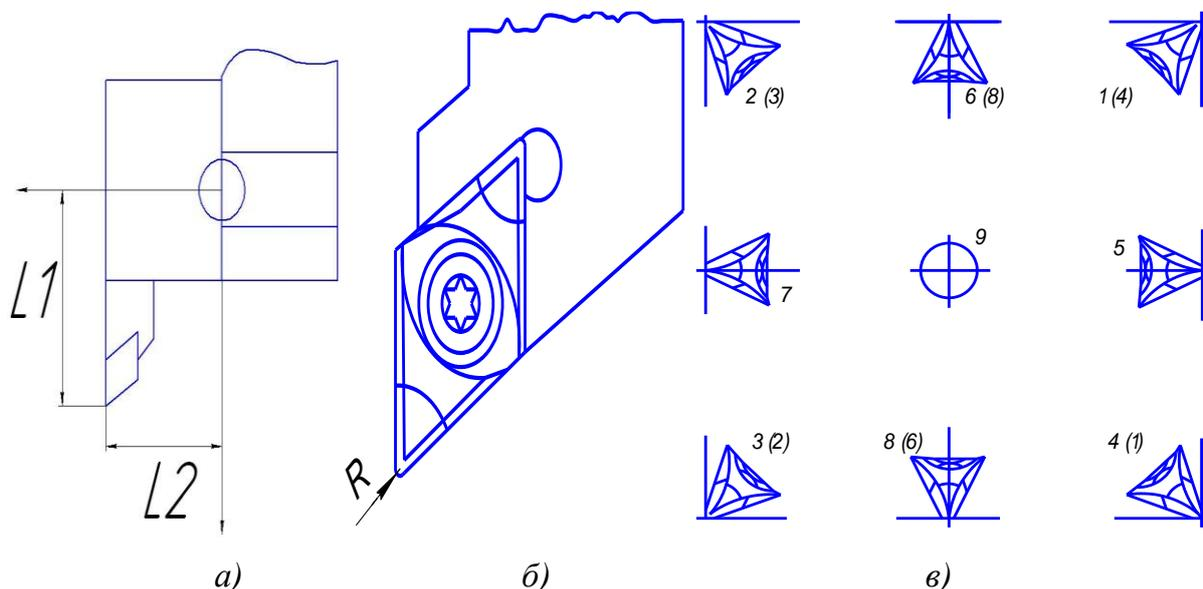

Рис. 7. Измерение координат вершины резца (а), режущая часть с закруглением по радиусу R (б) и позиции вершины резца (в)
Цель измерений данных резца: СЧПУ должна использовать для позиционирования вершину резца, а не базовую точку резцедержателя. Каждый инструмент, используемый для обработки, должен быть измерен. Необходимо измерить расстояния в направлениях обеих осей X и Z между вершиной резца и базовой точкой N резцедержателя (рис. 7, а). В регистре инструментов сохраняются измеренные коррекции на радиус (рис. 7, б) и позиция резца (рис. 7, в). Номер коррекции может быть любым номером регистра и определяется вызовом инструмента в программе.
Измеряют следующие размеры инструмента: $L1$ в направлении оси X в абсолютных значениях от точки N (см. рис. 7, а); $L2$ в направлении оси Z в абсолютных значениях от точки N , и R – радиус вершины резца (см. рис. 7, б). Должна быть известна позиция резца в револьверной головке. В поле «offset wear» устанавливается коррекция на износ инструмента после нескольких рабочих циклов. Введенные коррекции на длину добавляются или вычитаются из геометрических данных инструмента с приращением.
Для определения позиции вершины резца следует посмотреть на инструмент с точки его закрепления на станке (см. рис. 7, в). Для станков, в которых инструмент находится под (перед) вращающейся
- 5) положение резца – позиция вершины резца по рис. 7, в;